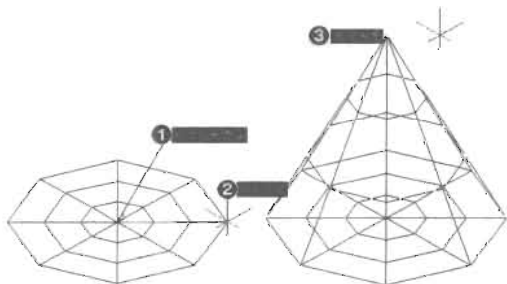

图 13-22
(1) 单击“网格”面板中的“网格圆锥体”按钮，绘制一个标准的网格圆锥体，如图 13-22 所示，命令执行过程如下。